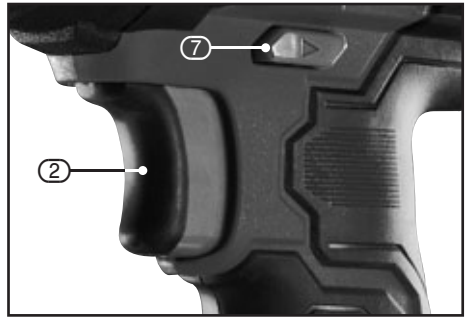

FIG.6
9.3 VARIABLE SPEED TRIGGER – FIG.6